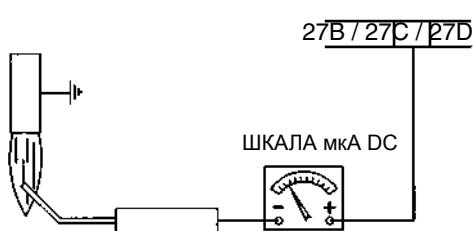

Рис. 14
- Проверить контрольные электроды, почистить, отрегулировать и, при необходимости, заменить. В случае, если имеются сомнения, проверить контур улавливания пламени после запуска горелки, следуя схемам на Рис. 13 - Рис. 14.
Чтобы проверить ток у контрольного электрода, следуйте схемам на Рис. 13 - Рис. 14. Если электрический импульс ниже указанного значения, проверьте положение контрольного электрода, электрические соединения и, при необходимости, замените электрод.